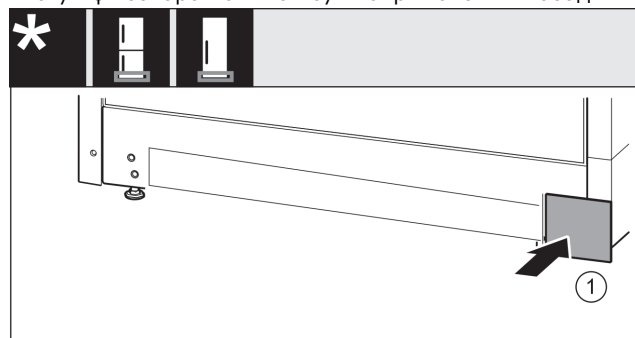

Fig. 20
- Знову вставте кришку Fig. 20 (1) з іншого боку.